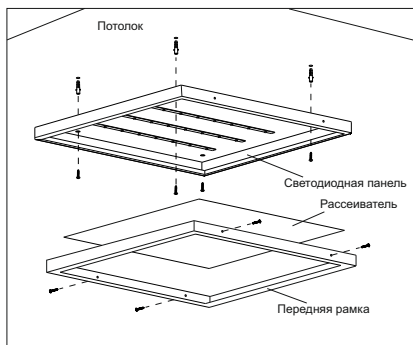

Рисунок 1
- накладной монтаж производить непосредственно на поверхность потолка с креплением светильника через отверстия в корпусе (рисунок 1). Крепёж для накладного способа монтажа в комплекте не поставляется;